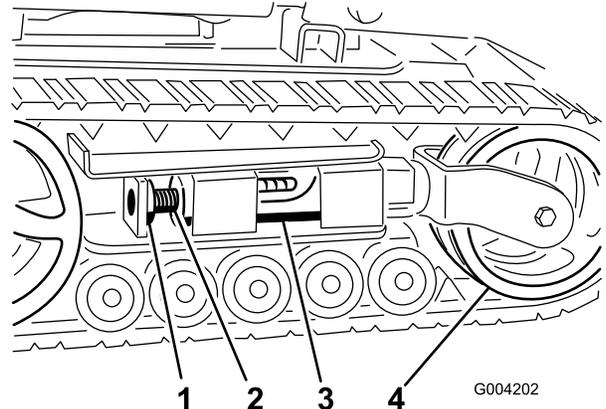
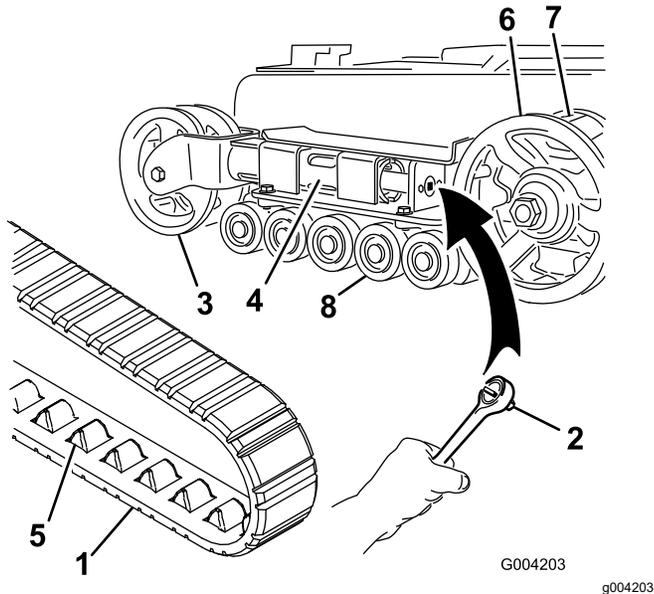
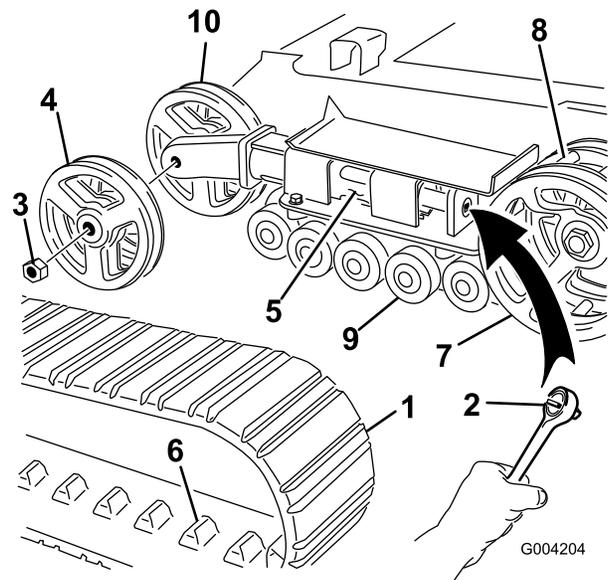

图 47
图 48
图 49
4. 拆下锁定螺栓和螺母图 47。
6. 将张紧螺丝中最近的槽口对准锁定螺栓孔然后用锁定螺栓和螺母固定螺丝图 47。
**注意** 如果前张紧轮安装在张紧管末端的叉子内则为窄履带图 48。
4. 拆下锁定螺栓螺母图 47。
5. 使用 ½ 英寸驱动棘轮顺时针旋转张紧螺丝释放驱动张力图 47和图 48。
6. 将张紧轮推向装置后部以便移动张紧管使其抵靠框架图 48。
8. 履带离开张紧轮后将其从驱动链轮和车轮上卸下图 48。
9. 从驱动链轮开始将新履带缠绕在链轮上确保履带上的凸耳卡在链轮上的齿之间图 48。
10. 将履带推入车轮下方两个车轮之间图 48。
**注意** 如果前张紧轮安装在张紧管末端侧面则为宽履带图 49。
5. 使用 ½ 英寸驱动棘轮顺时针旋转张紧螺丝释放驱动张力图 47和图 49。
6. 将张紧轮推向装置后部以便移动张紧管使其抵靠框架图 49。
7. 拆下固定外张紧轮的螺母然后拆下车轮图 49。
8. 拆下履带图 49。
9. 拆下固定内张紧轮的螺母然后拆下车轮图 49。
13. 安装内张紧轮使用之前拆下的螺母进行固定图 49。
15. 安装新履带确保履带中的凸耳卡在驱动链轮中间的齿之间图 49。
16. 安装外张紧轮使用之前拆下的螺母进行固定图 49。
6. 将涂有润滑脂的车轮盖放在螺栓头上图 48。
7. 用卡环固定车轮盖图 48。